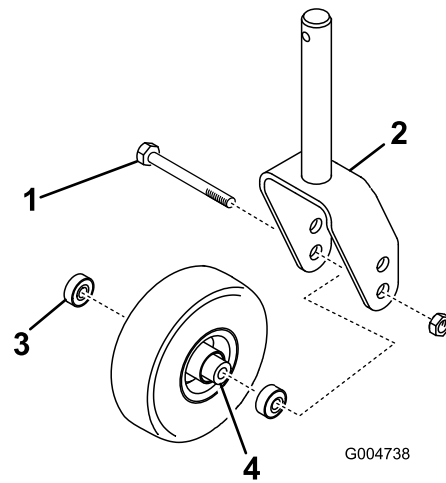

Figura 20
2. Retire o rolamento do cubo da roda e deixe cair o espaçador do rolamento para fora (Figura 20). Retire o rolamento do lado oposto ao do cubo da roda.